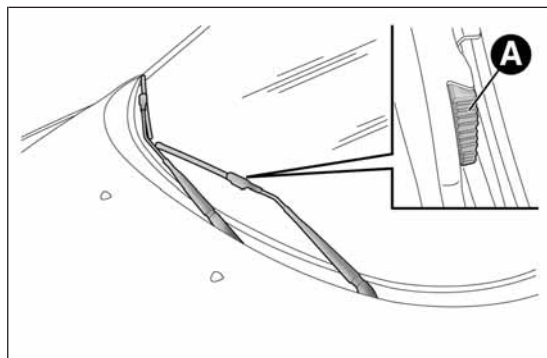

fig. 167
- ☐ levantar el brazo del limpiaparabrisas, pulsar la lengüeta A fig. 167 del muelle de enganche y extraer la escobilla del brazo;